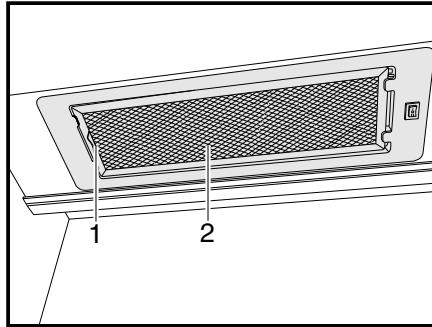

Fig. 152 Hotte aspirante
- Pousser le levier (Fig. 152,1) vers l'intérieur.
- Retirer le filtre (Fig. 152,2) vers le bas.